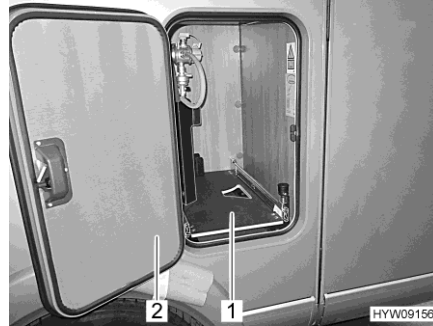

Fig. 129 Extension du compartiment à gaz
- Ouvrir le portillon (Fig. 129,2) du compartiment à gaz.
- Faire sortir l'extension du compartiment à gaz (Fig. 129,1) jusqu'à ce que le bouton s'enclenche. L'extension du compartiment à gaz est maintenant arrêtée dans cette position.